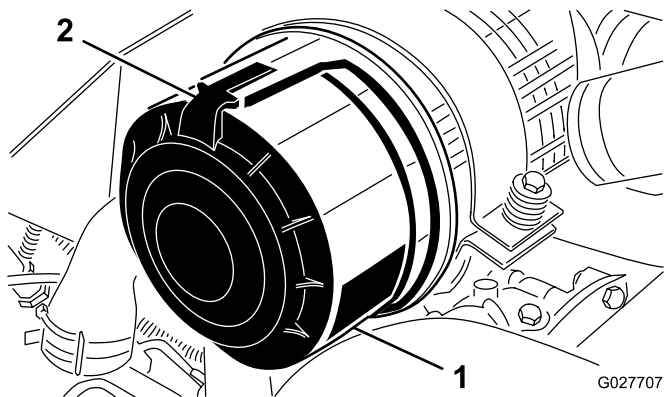

图62
1. 松开将空气滤清器盖固定到空气滤清器壳体上的搭扣（图62）。